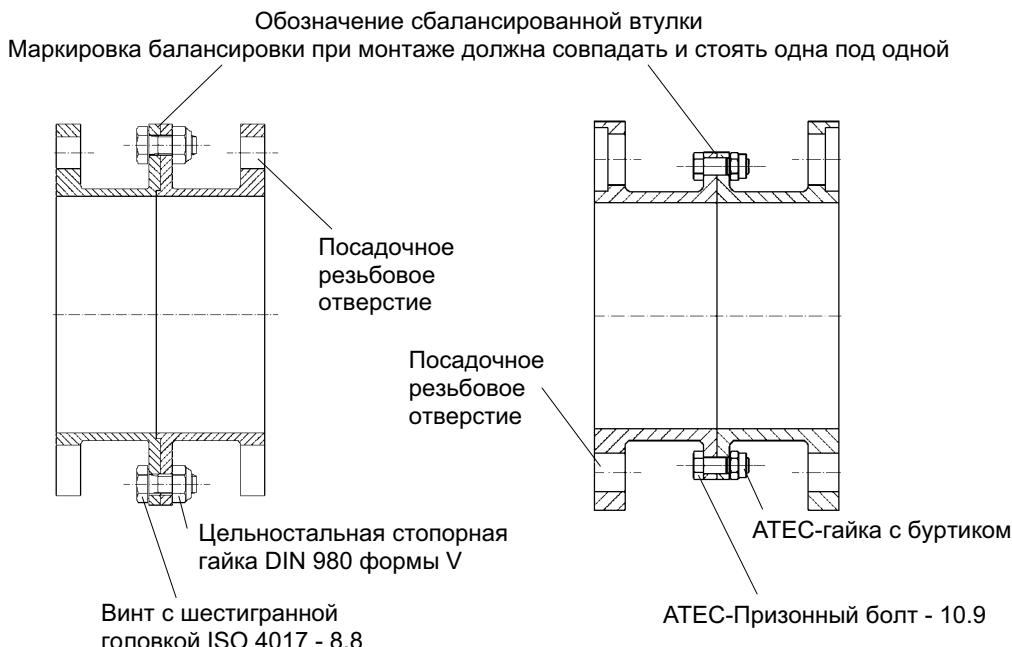

Рис. 6.13: Втулка-U
- Внутреннее и внешнее соединение сплошной поверхности (Рис. 6.13) или соответственно, посадочные резьбовые отверстия (Рис. 6.14), а также опорные поверхности отдельных частей разъемной промежуточной втулки тщательно проверить на возможные повреждения и, в противном случае, откорректировать.